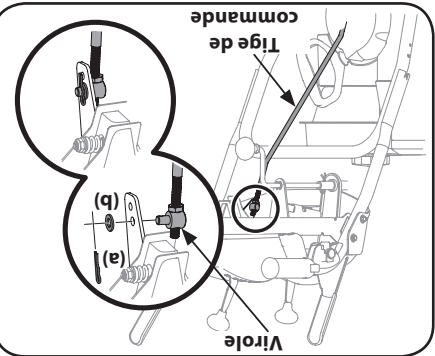

Figure 2-39
8. Retirez la goulotte fendue et la rondelle de la virole sur l'extrémité de la tige de commande. Voir Figure 2-39 en médaillon.